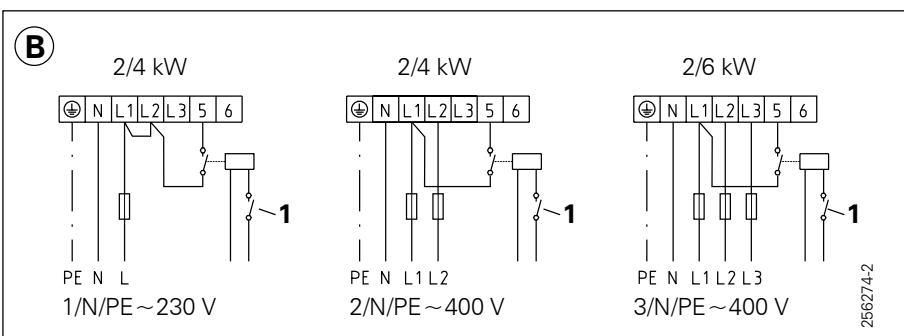

Abb. 10
- B Ein-Zähler-Messung, Abb. 10